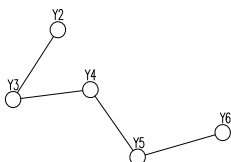

图 6-96 打开素材
**01** 按 Ctrl+O 组合键，打开配套光盘提供的“第 6 章/6.3.14 井号减一.dwg”素材文件，结果如图 6-96 所示。